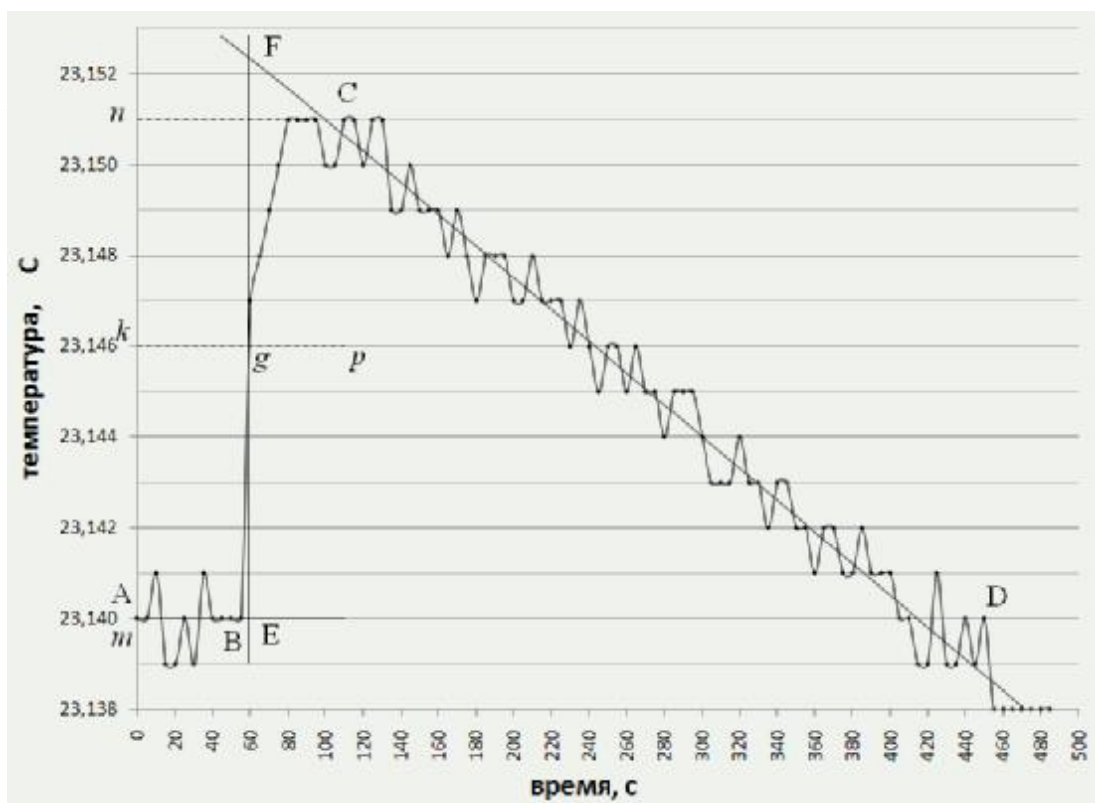

Рис. 21. Изменение температуры при разведении 3,23 мл 4,64 М раствора  $\text{NH}_3 \cdot \text{H}_2\text{O}$
**Пример расчета теплоты диссоциации.** При нейтрализации  $3,23 \text{ см}^3$   $4,64 \text{ М}$  раствора  $\text{NH}_3 \cdot \text{H}_2\text{O}$   $0,15 \text{ М}$  раствором  $\text{HCl}$  ( $100 \text{ см}^3$ ) действительное изменение температуры, определенное графическим методом (рис. 20), составило  $1,586 \text{ }^\circ\text{C}$ . Действительное изменение температуры при разведении основания, определенное графическим методом (рис. 21), составило  $0,0123 \text{ }^\circ\text{C}$ . Постоянная калориметра равна  $26,68$ .